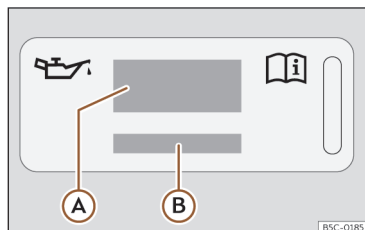
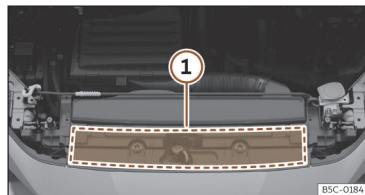

Fig. 208 No compartimento do motor: etiqueta do óleo do motor
Fig. 209 No compartimento do motor: zona de localização da etiqueta de óleo do motor
Legenda da >>> **Fig. 208**:
>>> **Fig. 208**. A etiqueta com a norma prescrita encontra-se na parte da frente do compartimento do motor >>> **Fig. 209** ①. Se utilizar o óleo do motor recomendado, é possível corrigir o nível do enchimento tantas vezes quantas forem necessárias.